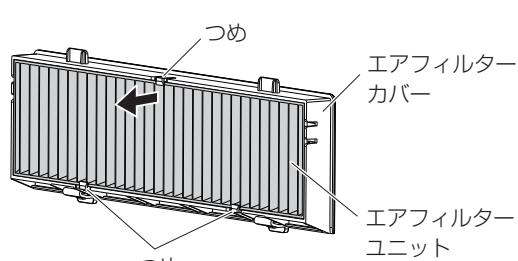

図 2
- ・エアフィルタユニットは3か所のつめで固定されています。その内の1か所つめがある側のひだをつまみ、エアフィルターカバーから取り出してください。(図2)